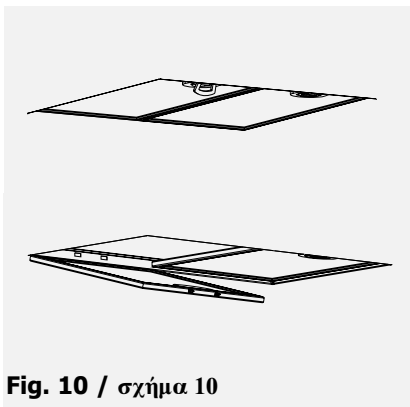

Fig. 10 / σχήμα 10
1. Retire os filtros metálicos (**fig. 10**).
Desmontagem do filtro cassete (fig. 10)